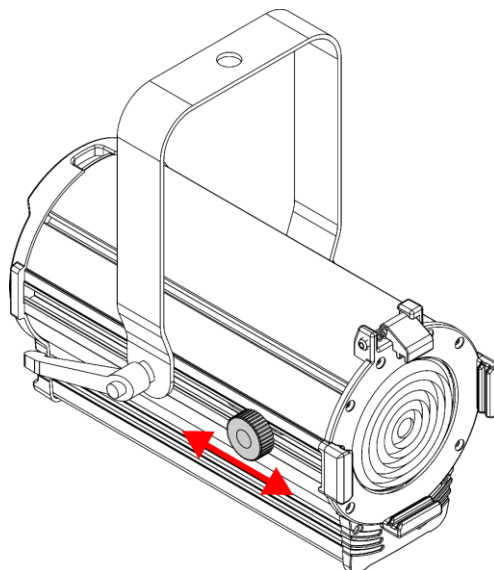

Abb. 06
- 01) Drehen Sie den **Zoomregler (05)** gegen den Uhrzeigersinn, um ihn zu lösen.
- 02) Schieben Sie den **Zoomregler (05)** vor- oder rückwärts, um den gewünschten Strahlungswinkel einzustellen (siehe Abb. 06).
- 03) Drehen Sie den **Zoomregler (05)** dann wieder im Uhrzeigersinn, um ihn festzuziehen. Achten Sie darauf, ihn nicht zu fest zu ziehen.